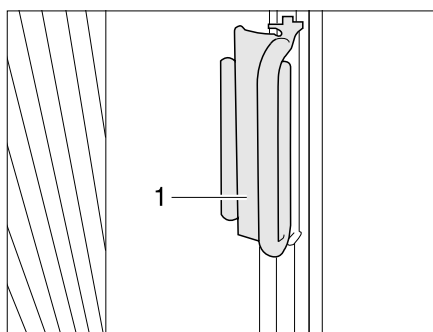

Fig. 31 Bloccaggio delle tendine oscuranti pieghevoli per il finestrino del conducente/passeggero
- Spingere le tendine oscuranti pieghevoli per il finestrino del guidatore e del passeggero sul sopralzco con l'impugnatura (Fig. 31,1). La tendina oscurante pieghevole è ora bloccata.